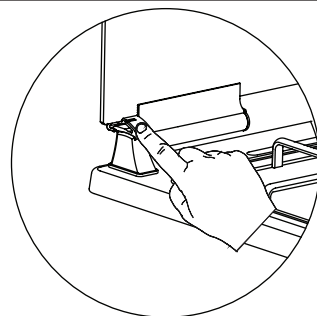

Figure 2
- 2.** Comme le montre la figure 2, la porte vitrée peut être fermée en appuyant sur le clip en plastique avec un doigt.